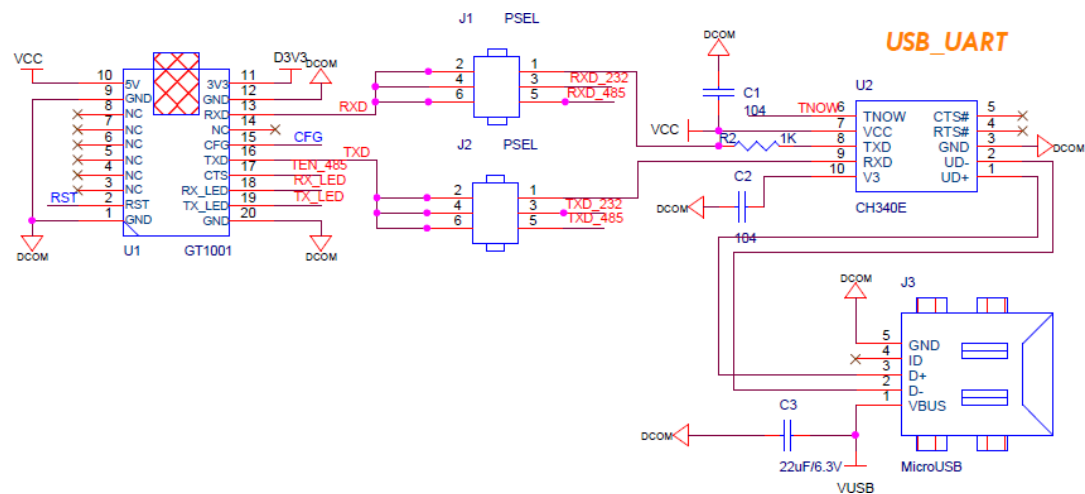

Abbildung 4-1 TTL-zu-UART-Referenzdesign
- 1) Wählen Sie J1 und J2 in Abbildung 4-1 jeweils an den Steckbrücken <5,6>.
- (4) Schlüsselkontroll-Referenzschaltkreis